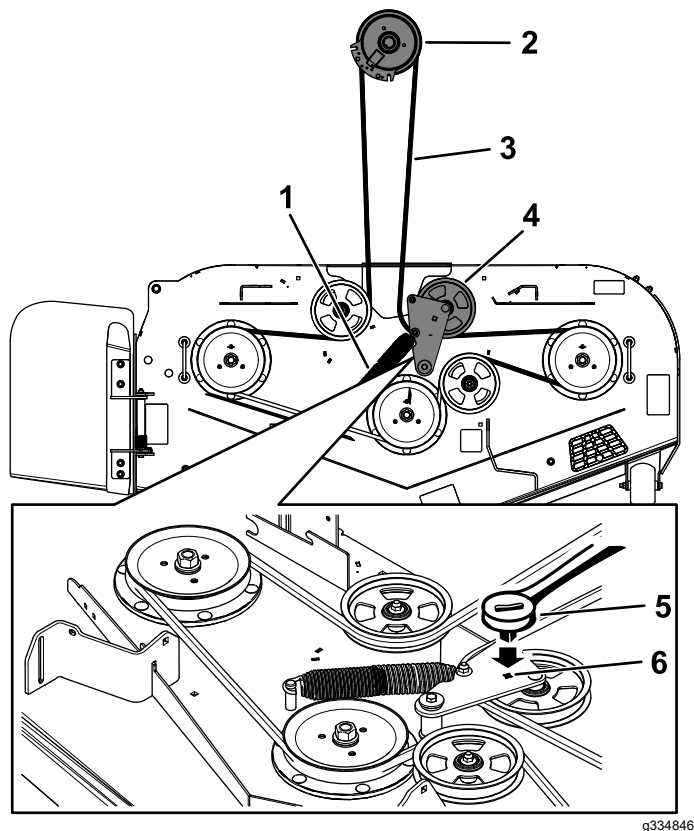

Figura 60
8. Inserite un cricchetto da $\frac{3}{8}$ " nel foro quadrato del braccio di rinvio per allentare la molla del tendicinghia (Figura 60).
10. Togliete il guidacinghia dal braccio di rinvio a molla (Figura 60).
12. Montate la nuova cinghia attorno alle pulegge del tosaerba e alla puleggia della frizione, sotto il motore (Figura 60).
13. Montate il guidacinghia sul braccio di rinvio (Figura 60).
14. Con il cricchetto da $\frac{3}{8}$ " nel foro quadrato, montate la molla del tendicinghia (Figura 60).